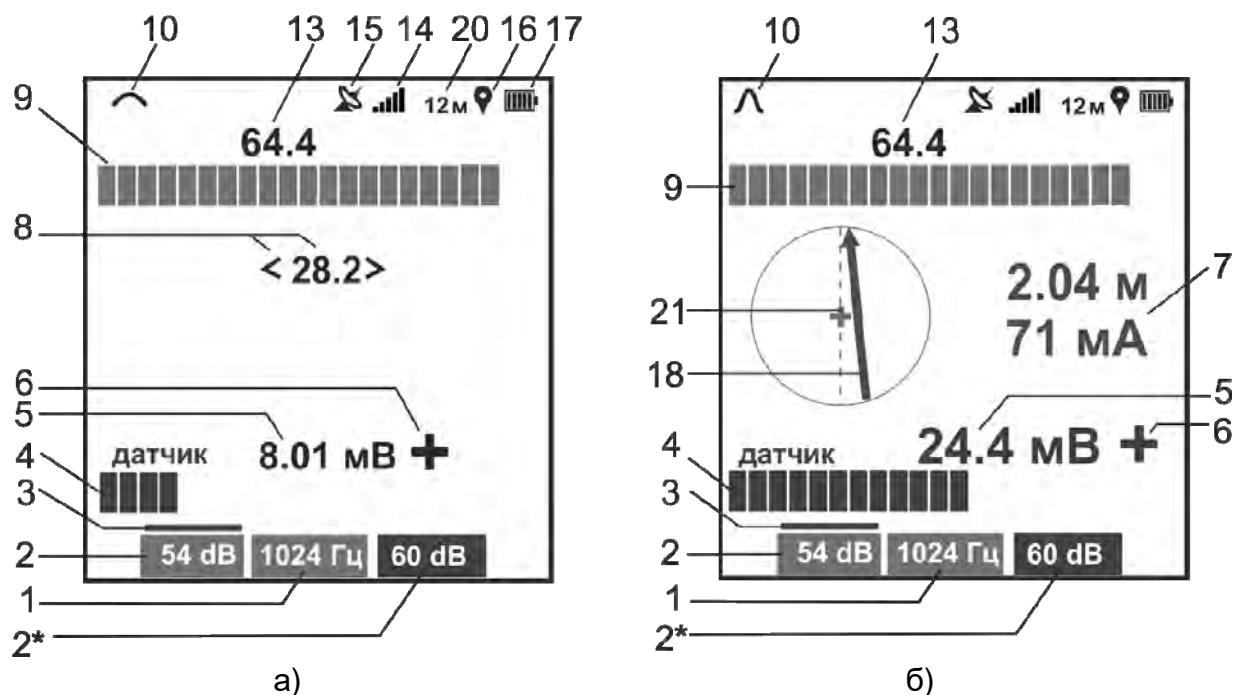

Рисунок 3.3 – Индикация приемника в режиме «ТРАССА-ДАТЧИК»
- режим «ТРАССА-ДАТЧИК» – для поиска мест повреждения изоляции коммуникации с одновременным контролем её расположения и глубины залегания, а также поиска обрыва, замыкания или отбора жил в многожильном кабеле (рисунок 3.3а). Дополнительно при включенной функции «КОМПАС», отображается положение и направление коммуникации относительно приемника (рисунок 3.3б).;